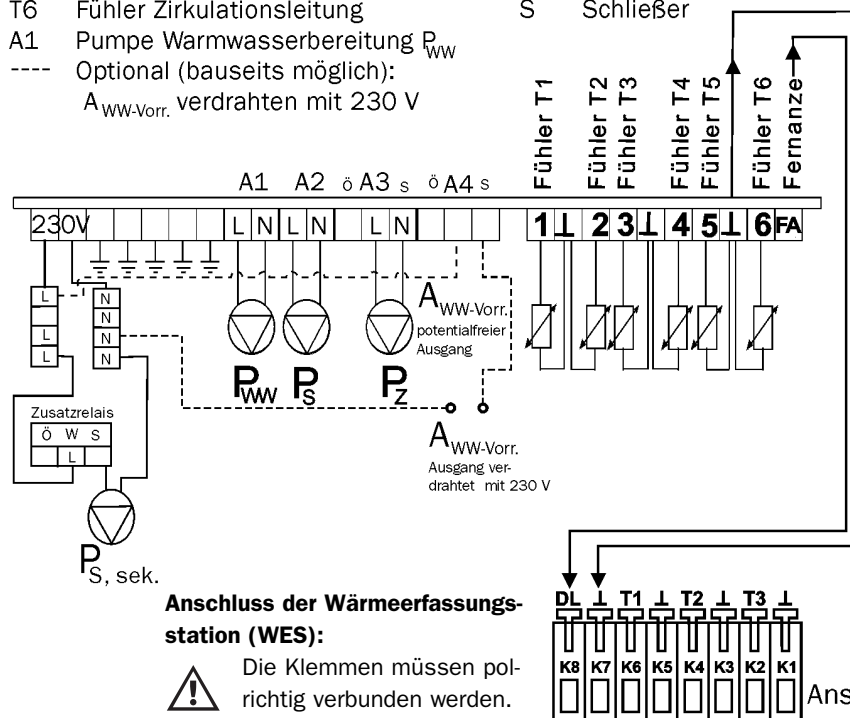

Bild 5: Anschlussbelegung SI-Control-G
- Die Kabel an den entsprechenden Schnappverschlüssen anschließen (s. **Bild 5**). Dazu muss die Pfanne des weißen Kunststoffhebels nach unten gedrückt (kleinen Schraubendreher benutzen) und das Kabelende eingeschoben werden. Testen Sie den richtigen Sitz des Kabels durch leichtes Ziehen.
- Zirkulationspumpe P_{Z} (bauseits) an die Ausgangsklemmen „A3“ und „S“ anschließen (s. **Bild 5**)
Als nächster Arbeitsschritt folgt der Anschluss an das Netz. Klemmenzuordnung gemäß **Bild 5**. Der Regler sollte über einen externen Netzschalter mit Strom versorgt werden. Die Versorgungsspannung muss dabei 210 ... 250 V (AC), 50 ... 60 Hz betragen. Aus Sicherheitsgründen sollte die Verbindung mit dem Versorgungsnetz stets zuletzt, nach dem Anschluss aller Systemkomponenten wie Fühler, Pumpe etc. erfolgen.